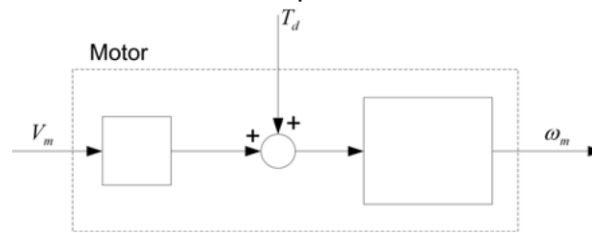

Figura 3 - Diagrama de bloques simplificado
6.3.6- Simplifique el diagrama de bloques obtenido en el punto 6.3.2. de manera que tenga la estructura de bloques representada en la Figura 3. Indique las funciones de transferencia de cada bloque.